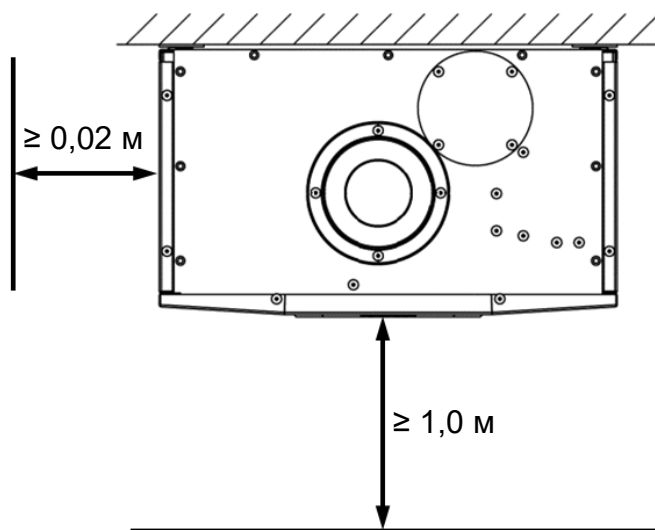

Рис. 12
- Перед фронтом котла **должна быть** зона обслуживания не менее 1,0 м. (См. Рис. 12)
- Расстояние от котла до боковой стены из негорючих материалов **должно быть** не менее 2 см. (См. Рис. 12).